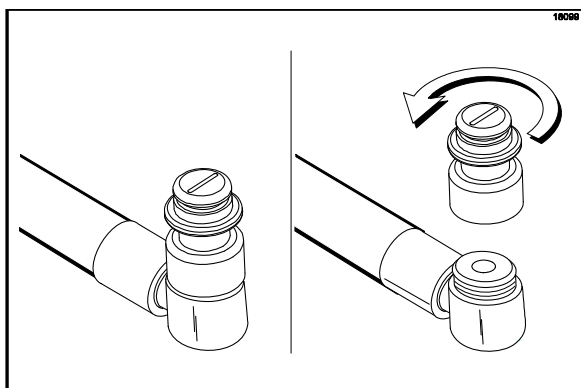

Рисунок 28
9. Подставьте под дверь ведро, снимите наконечник с фитинга линии сиропа, поворачивая его против часовой стрелки. Держите фитинги сиропа в положении "вверх", чтобы максимально сократить потерю сиропа. (См. рис. 28)